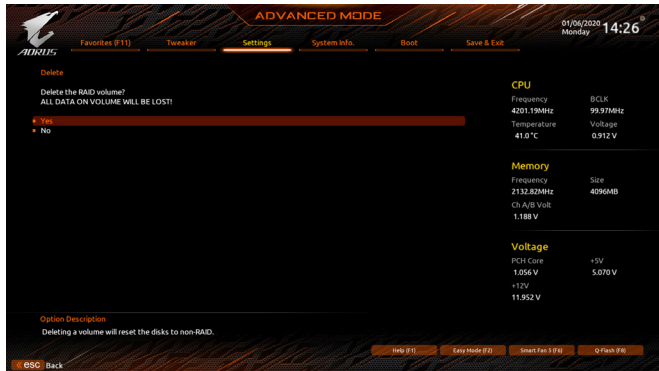

图5
若要清除已建立的磁盘阵列，请至「Intel(R) Rapid Storage Technology」画面，在想清除的磁盘阵列上按<Enter>进入「RAID VOLUME INFO」画面。接着在「Delete」选项上按<Enter>键进入删除画面。想删除磁盘阵列，请在「Yes」项目按<Enter>键(图5)。